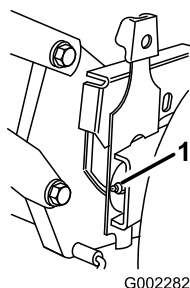

Figure 24
2. Essuyez les graisseurs à l'aide d'un chiffon propre (Figure 24).
3. Raccordez un pistolet à graisse à chaque graisseur et injectez deux ou trois jets de graisse universelle au lithium N° 2 (Figure 24).